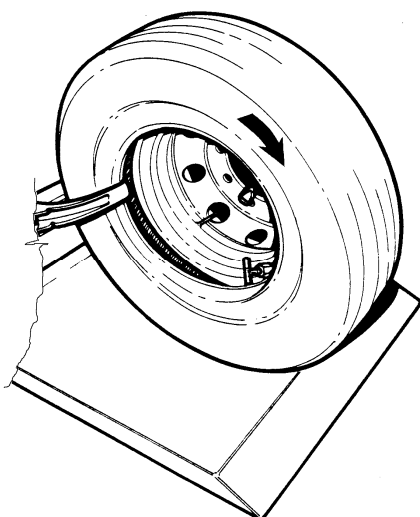

Рис.34
2. Вставьте монтажный крюк внутрь закраины обода примерно на 3/4 дюйма (1.5 см) и отведите на 1/2 дюйма (1 см) в радиальном направлении. Поверните держатель колеса по часовой стрелке. Обычно для монтажа первого борта требуется менее 1/4 оборота (Рис. 34).